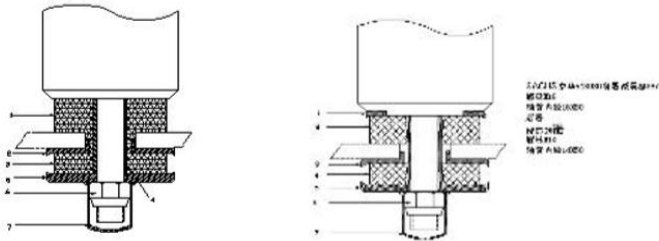

图 32 减震器安装示意
6.6.1 起下防护罩 7,松开减震器上,下端的固定螺母 6,手动压缩减震器,并将减震器从支架中取出将新的减震器安图 32 中顺序安装在支架上,按规定力矩拧紧螺母。